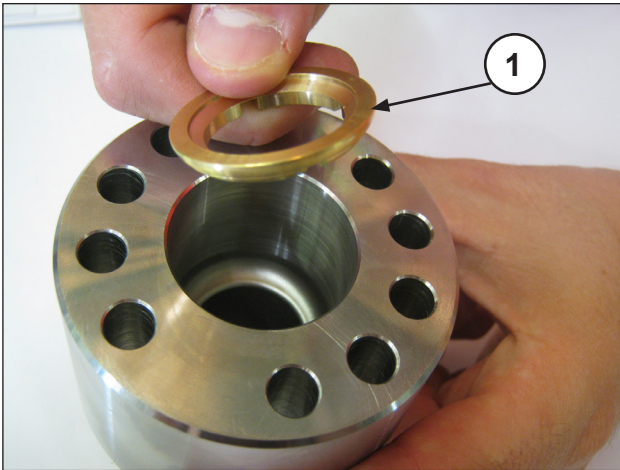
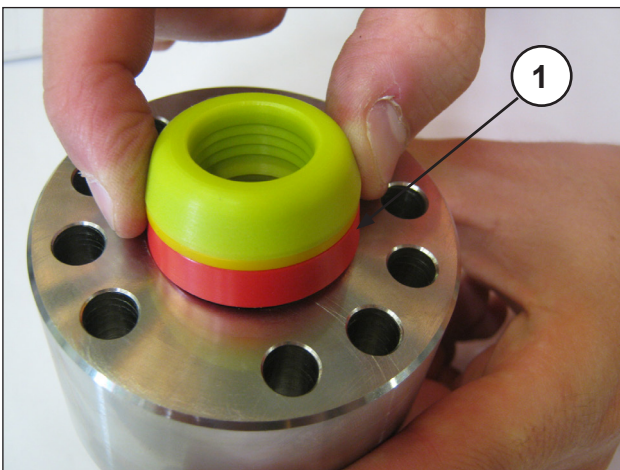
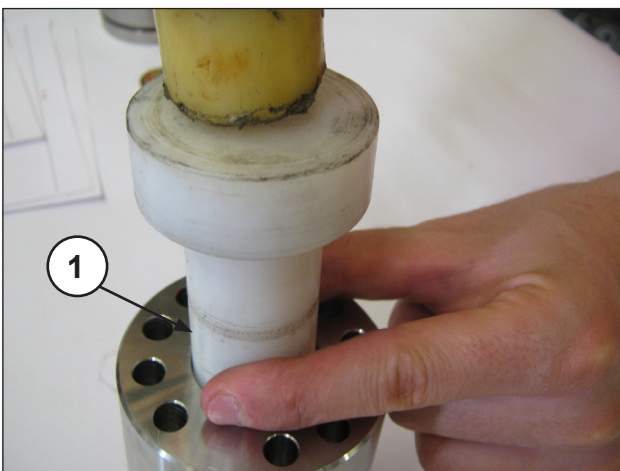

Abb. 132
Abb. 133
Abb. 134
- Führen Sie in den HD-Dichtungshalter die Kopfdichtung (Pos. ①, Abb. 132) und anschließend den HD-Dichtungssatz (Hochdruck) ein; verwenden Sie aufgrund des leichten Übermaßes zwischen Dichtung und HD-Dichtungshalter zur Vermeidung von Schäden den Kunststoffdorn (Pos. ①, Abb. 133 und Abb. 134).
Die HD-Dichtung muss lt. Abb. 133 und Abb. 135 in den Halter eingesetzt werden.